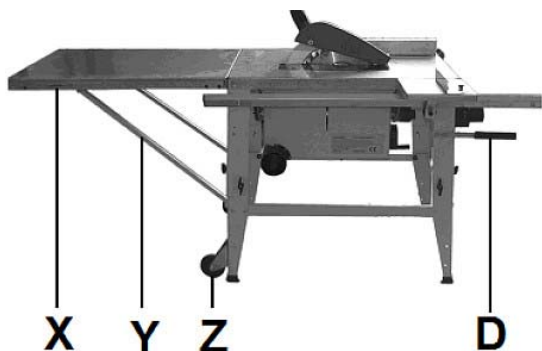

Fig. 13 : Montage de la rallonge
- Figure 13 : Montez la rallonge de la table d'après la figure 13 ci-dessous.